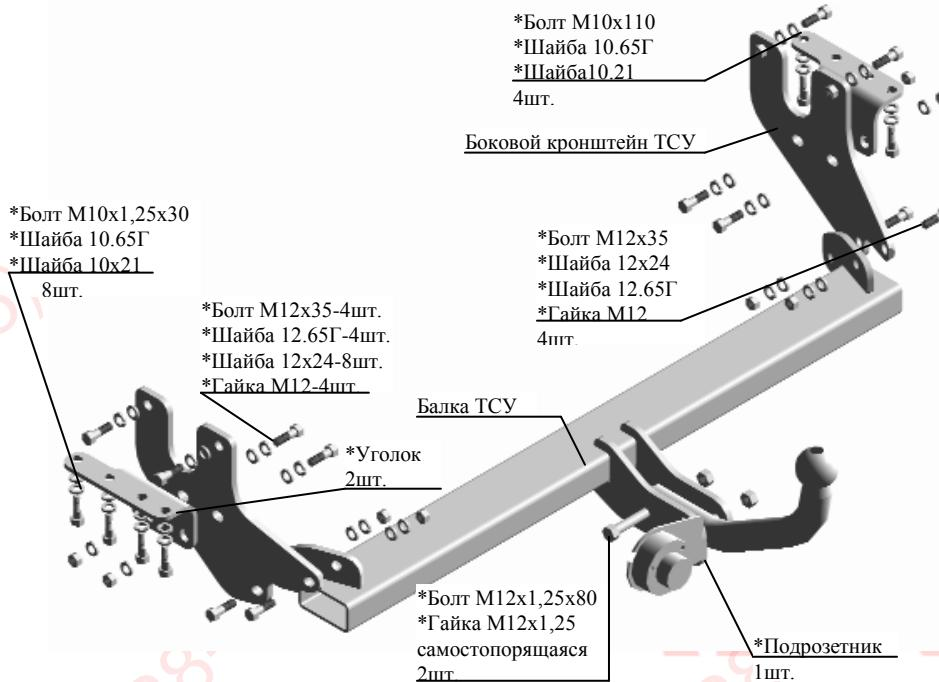

Рис.1 Тягово-цепное устройство 7130
2.1 ТСУ 7130 в сборе (рис.1)	1 шт.
2.2 Пакет с комплектующими (см. рис.1) Задний колпак	1 шт.